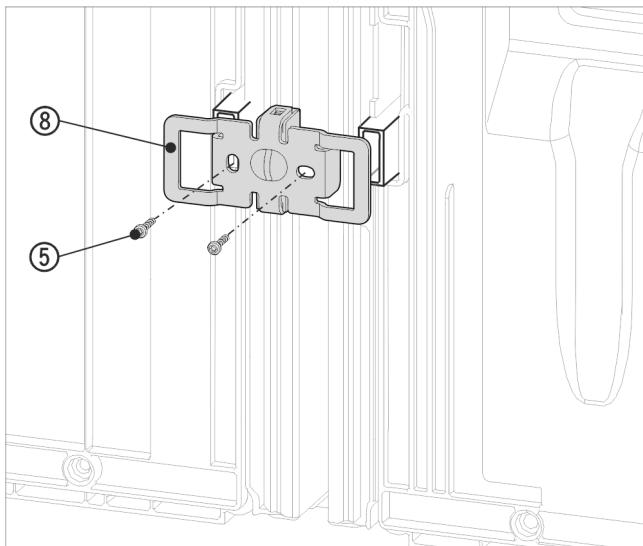

Fig. 19 Zobrazení příkladu
- ▶ Úhelník Fig. 19 (8) znova zasuňte vybráním přes úchyt pro vymezovač odstupu od stěny.
- ▶ Přišroubujte pomocí 2 šroubů Fig. 19 (5).